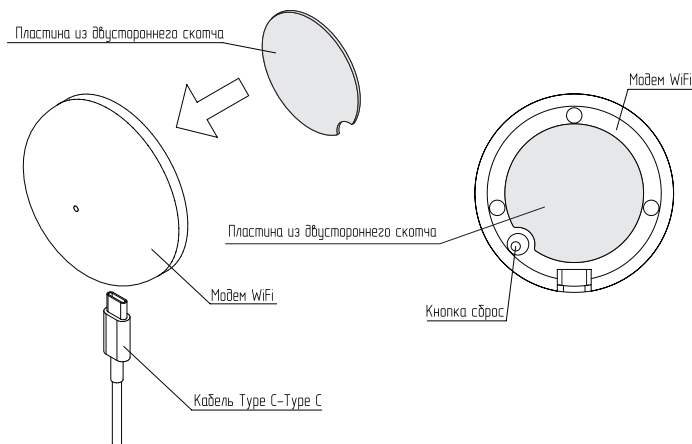

Рис.2 Монтаж модуля STOUT STATUS WiFi
3. Приклейте пластинку липкой стороной на ровную поверхность модема таким образом, чтобы выемка совмещалась с контуром кнопки сброса (см. **Рис.2**). Хорошо прижмите пластинку на несколько секунд для надежного приклеивания;